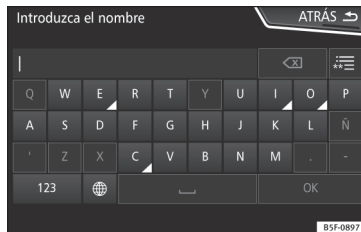

Fig. 191 Máscara de busca.
- Introduza o nome do contacto que está a buscar na máscara >>> **fig. 191**. Mentres se van introducindo os caracteres, amósase un contacto no campo de entrada.